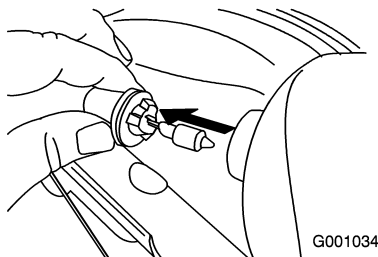

Figure 52
3. Retirez l'ampoule par l'arrière du phare (Figure 52).